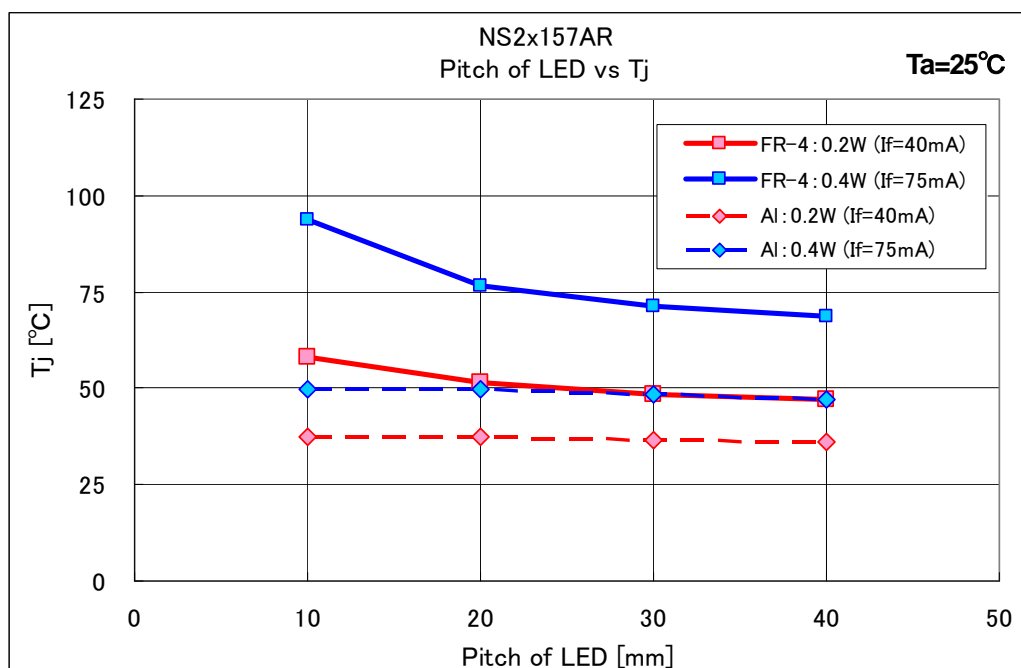

図 9. NS2x157AR 評価結果
0.2W( $I_f=40\text{mA}$ )と0.4W( $I_f=75\text{mA}$ )における LED 実装ピッチと中心 LED の  $T_j$  の関係を図 9 に示します。